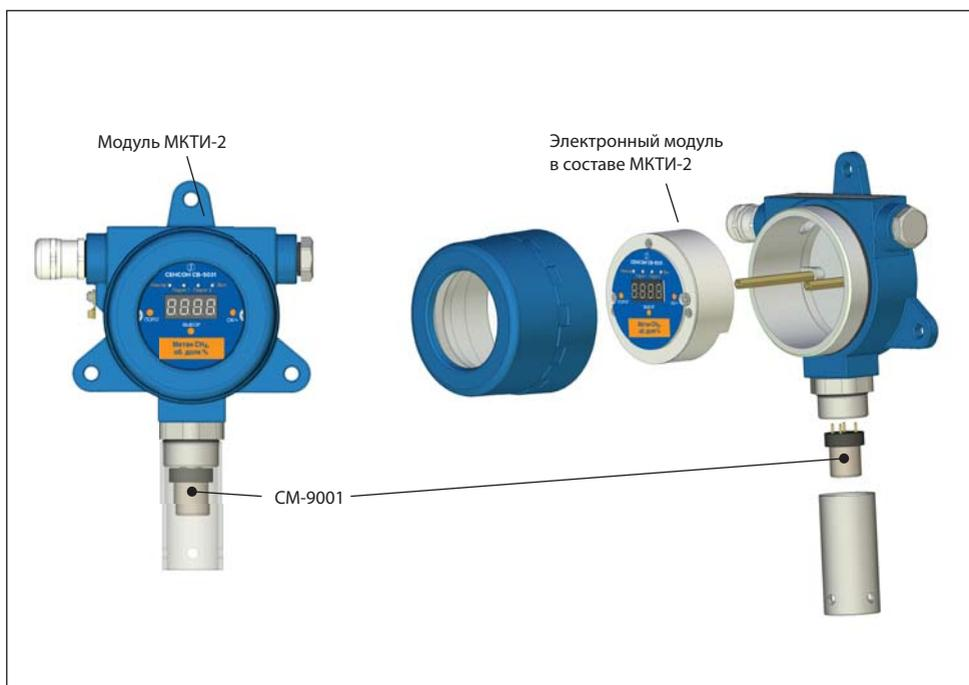

Рис.2. "Сенсон-СВ-5031-СМ"
- модуля коммутации, трансляции индикации МКТИ-2 (рис.2);